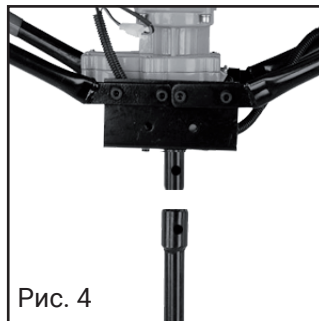

Рис. 4
4.2 Мотобур снабжен 2-х тактным одноцилиндровым двигателем внутреннего сгорания, на котором расположены ручной возвратный стартер(поз. 2), карбюратор, воздушная заслонка с фильтром, бензобак(поз. 6), а также в нижней части закреплен металлический шестереночный редуктор(поз. 11) понижающий частоту вращения, что приводит к увеличению крутящего момента приводного вала(поз. 17) на выходе. К нижней части редуктора крепится основание(поз. 16) с монтажными отверстиями(поз. 19) для закрепления рукояток. Рабочая шнек-насадка или удлинитель крепится к приводному валу(поз. 17) и фиксируется стопорным пальцем и шплинтом (рис. 4).
6.3 Установите необходимую шнек-насадку на приводной вал(рис. 1, 2 поз. 17) совместив монтажные отверстия (рис. 4) и зафиксируйте это положение стопорным пальцем со шплинтом;